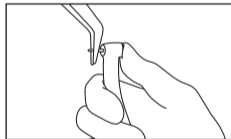

Fig. 8
- 2 Retirez la fraise. (Fig. 8)